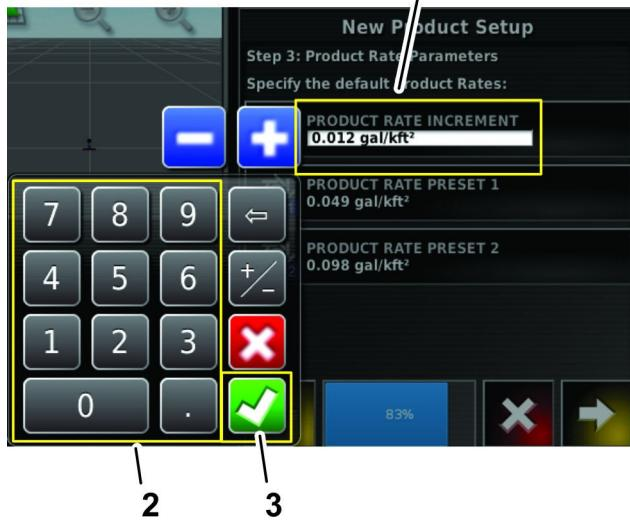

Рисунок 33
- A. С помощью цифровой клавиатуры на дисплее введите величину приращения для двух предустановленных норм внесения материала (Рисунок 33).
B. Нажмите на значок подтверждения (Рисунок 33).
A. С помощью цифровой клавиатуры на дисплее введите предустановленную норму внесения (Рисунок 33).